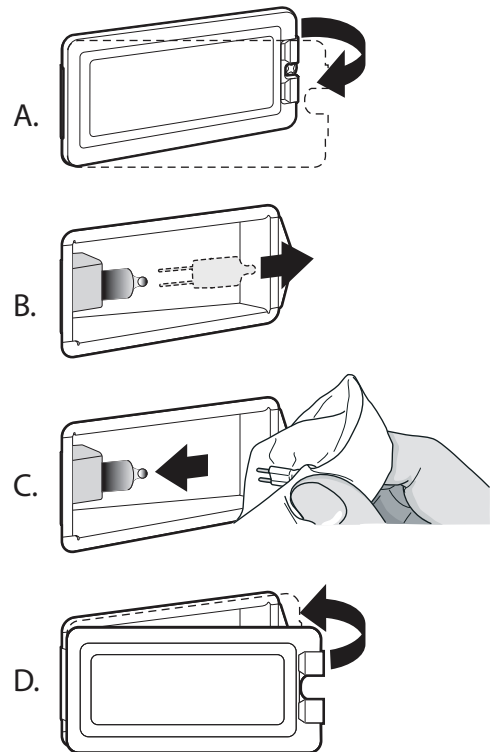

Figura 33: Ubicación de la abertura
3. Inserte un destornillador plano entre la atadura de fijación y la caja protectora (Figura 33, A).
6. Quite la tapa de la lente de vidrio y la atadura de fijación (Figura 33, B).
8. Tire hacia abajo para instalar la bombilla correctamente (Figura 33, C).
9. Instale la lente de protección en la atadura del soporte y empuje la otra extremidad hasta que la atadura de fijación se enganche a la caja protectora (Figura 33, D).